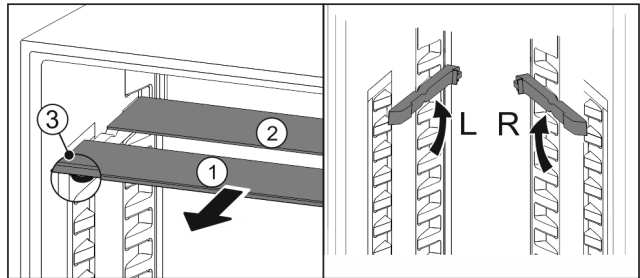

Fig. 97
- ▶ Retire las planchas de cristal individualmente hacia delante Fig. 97 (1).
- ▷ La placa de vidrio Fig. 97 (1) con moldura está situada delante.
- ▷ Los topes Fig. 97 (3) miran hacia abajo.